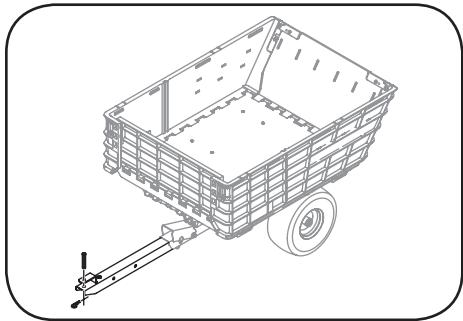

Figure 5-1
- Faites glisser l'attache de remorque dans le support de l'attache à l'arrière du véhicule de remorquage. Fixez l'attache avec la quincaillerie retirée à l'étape 1. Voir Figure 5-1.